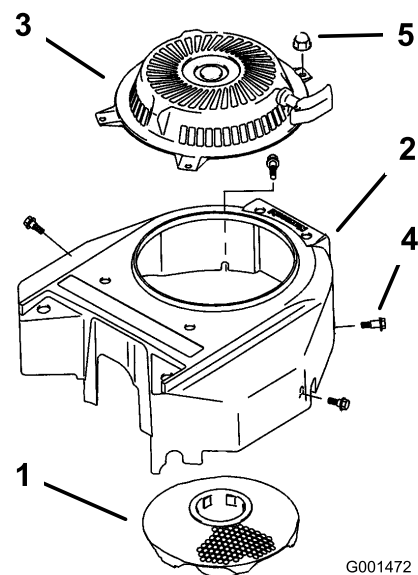

Figura 29
3. Retire la rejilla de entrada de aire, el arrancador de retroceso y la carcasa del ventilador (Figura 29).
5. Instale la rejilla de entrada de aire, el arrancador de retroceso y la carcasa del ventilador (Figura 29).